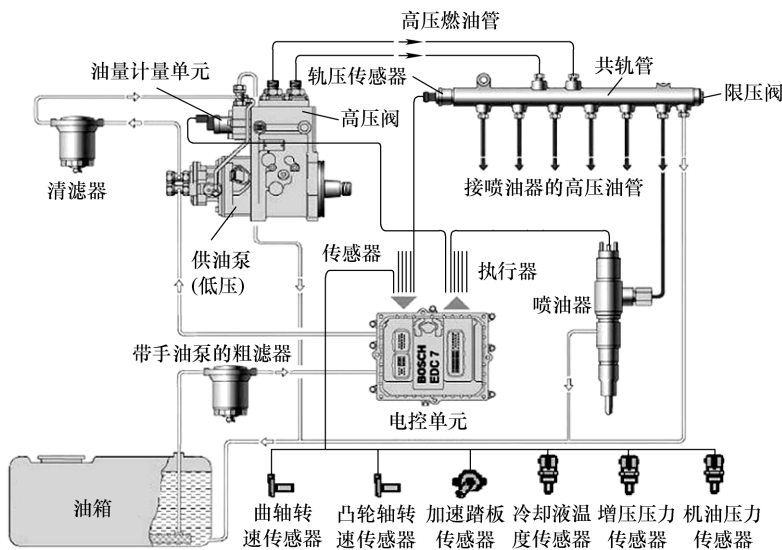

图 9-2 BOSCH EDC7 共轨系统
(2) 轨压控制原理 BOSCH EDC7 共轨系统构成如图 9-2 所示。ECU 通过共轨管上的轨压传感器检测高压燃油压力，然后与设定值进行比较。当实测轨压低于设定值时，